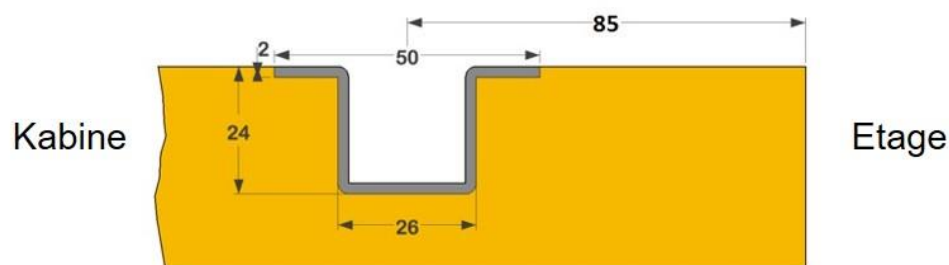

Abbildung 1 - Position der Führungsschiene im Kabinenboden
2.2. Schaffen Sie im Boden Voraussetzungen für die Installation der Führungsschiene, wie in *Abb.1* gezeigt